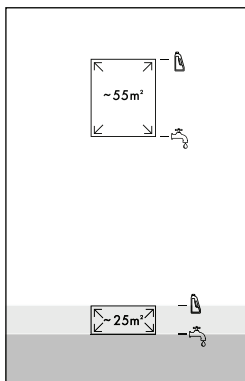

Abb. 8
- ◆ Füllen Sie für kleine Flächen  (bis zu 25 m²) Leitungswasser oder destilliertes Wasser bis zur ersten Füllstand-Markierung  in den Frischwasserbehälter ⑪ (siehe Abb. 8).
- ◆ Füllen Sie für kleine Flächen  (bis zu 25 m²) Reinigungsmittel bis zur zweiten Füllstand-Markierung  in den Frischwasserbehälter ⑪ (siehe Abb. 8).